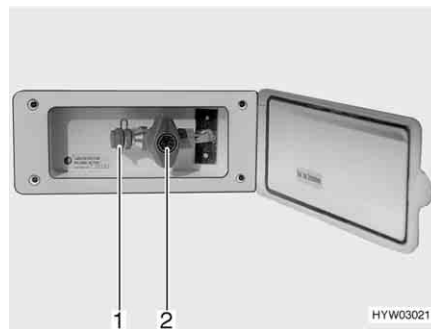

Fig. 126 Raccordement externe de gaz avec robinet d'arrêt de gaz fermé
Le raccordement externe de gaz (Fig. 126) se trouve, selon les modèles, à l'arrière ou sur le côté gauche ou droit du véhicule.
- Raccorder l'appareil à gaz externe sur le raccord (Fig. 126,1).
- Ouvrir le robinet d'arrêt de gaz (Fig. 126,2).